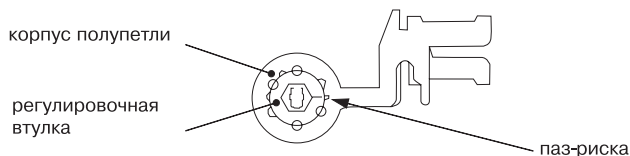

Рисунок 18
Конструкция петель позволяет устанавливать корпуса полупетель в четырех фиксированных положениях. Для удобства, на торцах регулировочных втулок нанесены маркировочные буквенные знаки (рисунок 18).
- поворачивая регулировочную втулку при помощи шестигранного ключа, установить ось в необходимое положение. Маркировочный буквенный знак должен быть совмещен с треугольным пазом-риской на корпусе полупетли (рисунок 18);